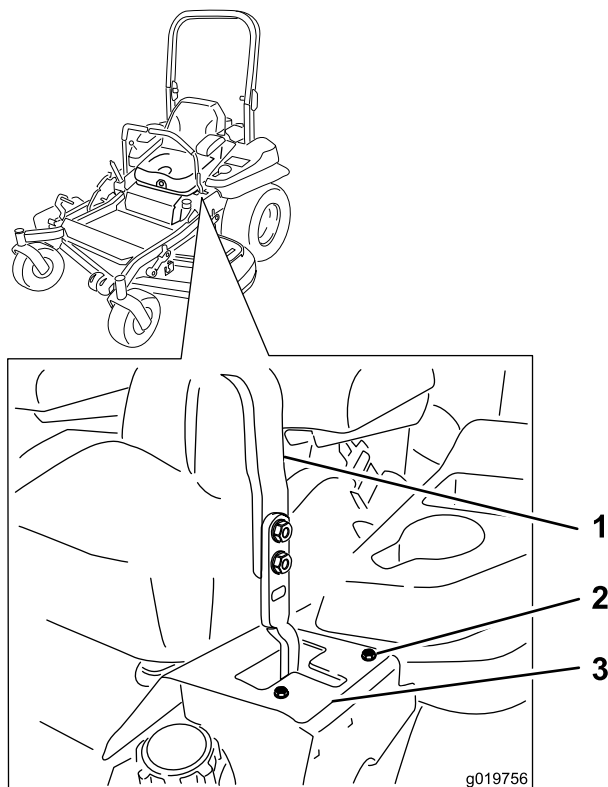

Figura 61
T de la izquierda hasta que la máquina avance en línea recta (Figura 61).
7. Si se desvía hacia la izquierda, afloje los pernos y ajuste la chapa del tope derecho hacia atrás en la ranura en T de la derecha hasta que la máquina avance en línea recta (Figura 61).
8. Apriete la chapa del tope (Figura 61).